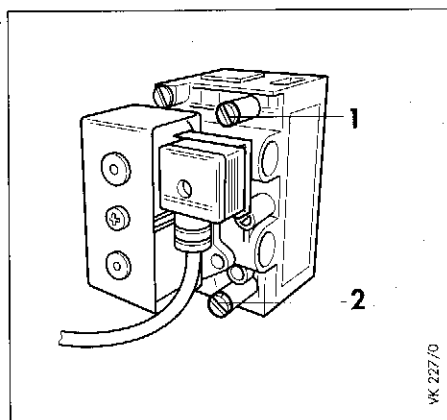

Рис. 8.5 Штуцеры для измерения давления на входе у котлов VK 15E - 25E
Пояснения к рис. 8.5 - 8.6
- Вывинтите резьбовую заглушку на штуцере (1) для измерения давления на входе (см. рис. 8.5 или 8.6) и присоедините манометр с пределом измерений не менее 0,1 мбар.
- Отсоедините U-образный манометр и завинтите до отказа резьбовую заглушку на штуцере (1) для измерения давления газа на входе (см. рис. 8.5 или 8.6).